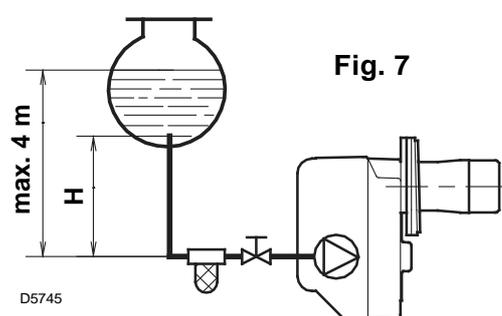
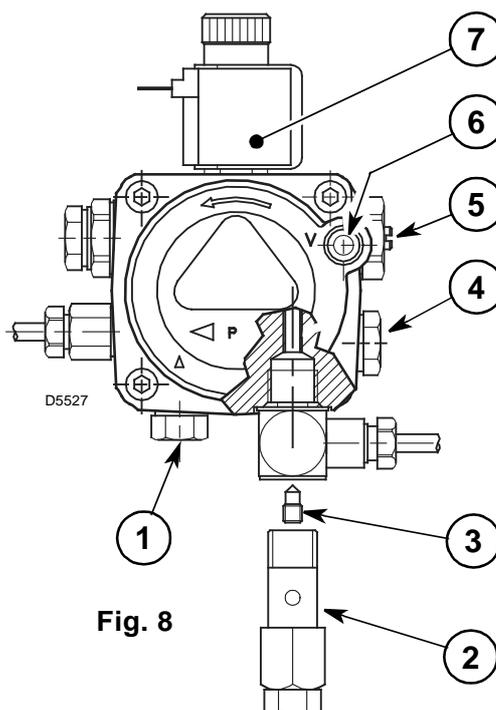

Fig. 7
Fig. 8
- La pompe est prévue pour un fonctionnement en bitube. Pour le fonctionnement en mono-tube, il faut dévisser le raccord (2), enlever la vis de by-pass (3) et ensuite revisser le raccord (2), (voir fig. 8).
Dans l'installation en fig. 7, il faut desserrer le raccord du vacuomètre (6, fig. 8) jusqu'à la sortie du combustible.